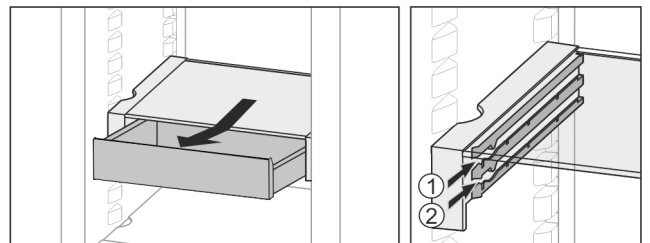

Fig. 25
- Zasuňte ju v ľubovoľnej výške Fig. 25 (1) alebo Fig. 25 (2).